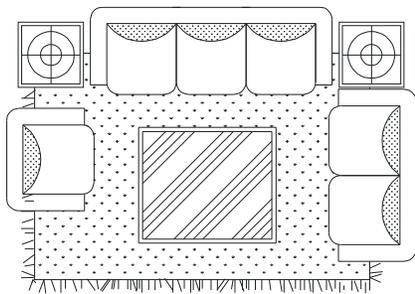

图 2-1-22
**STEP 17** 使用绘制多段线的命令 PLINE 并结合 COPY 命令随意绘制地毯边上的花边,如图 2-1-22 所示。